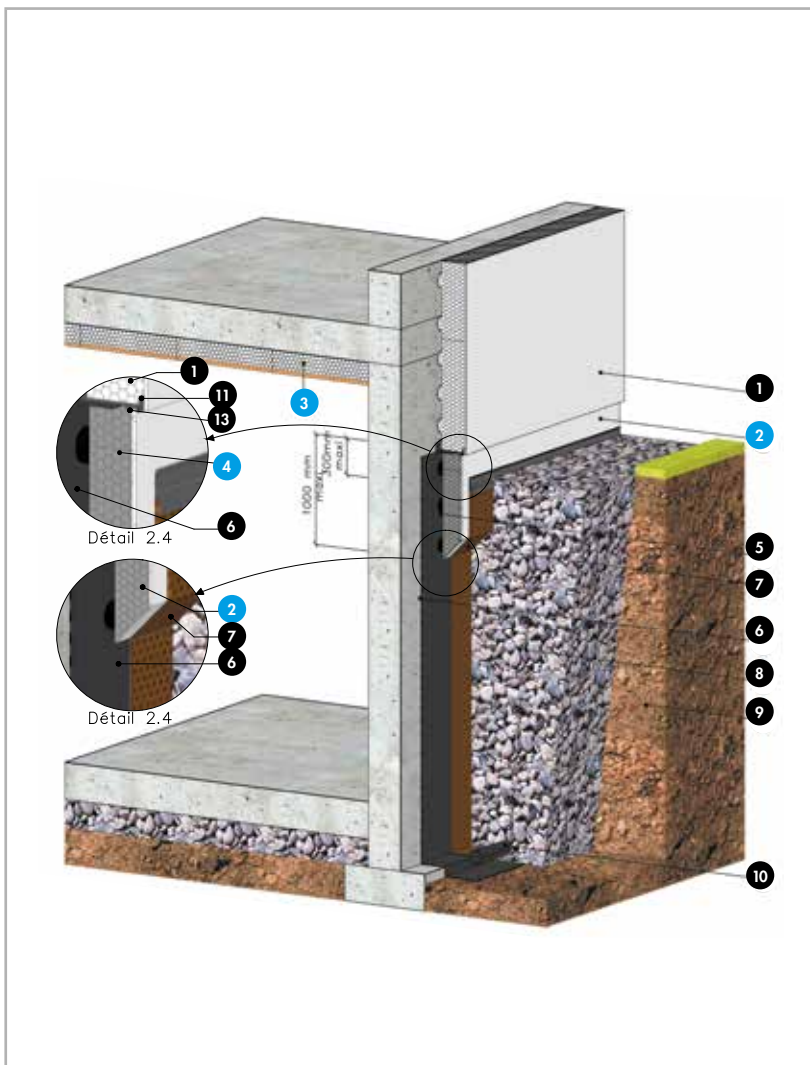

Figure 2
3. Exemple de mur enterré isolé sur fondation de Catégorie 2 avec ETICS et Knauf Périfo-board ULTRA+ (fig. 2)